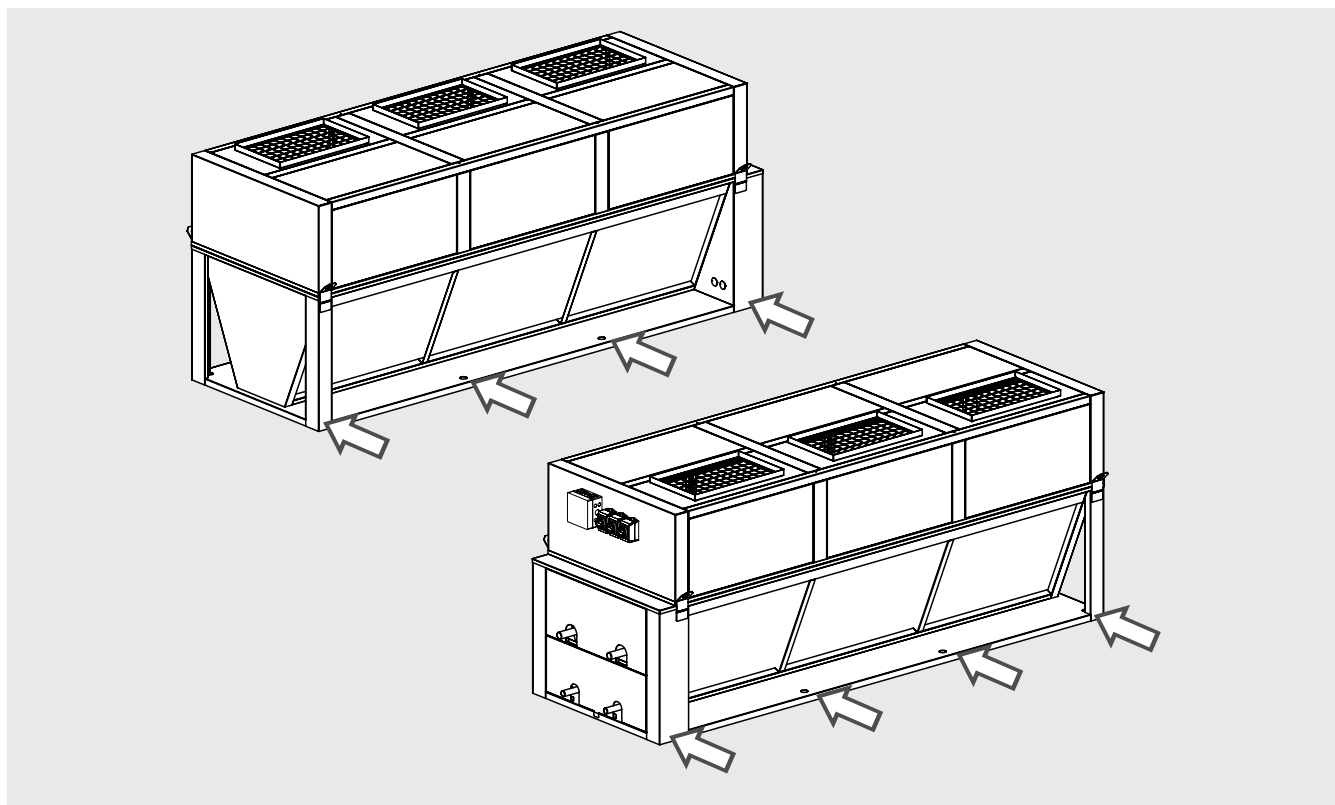

Figure 4
- 6.4 L'appareil doit être solidement fixé à la base d'appui, utiliser tous les points de fixation (voir "Figure 4").